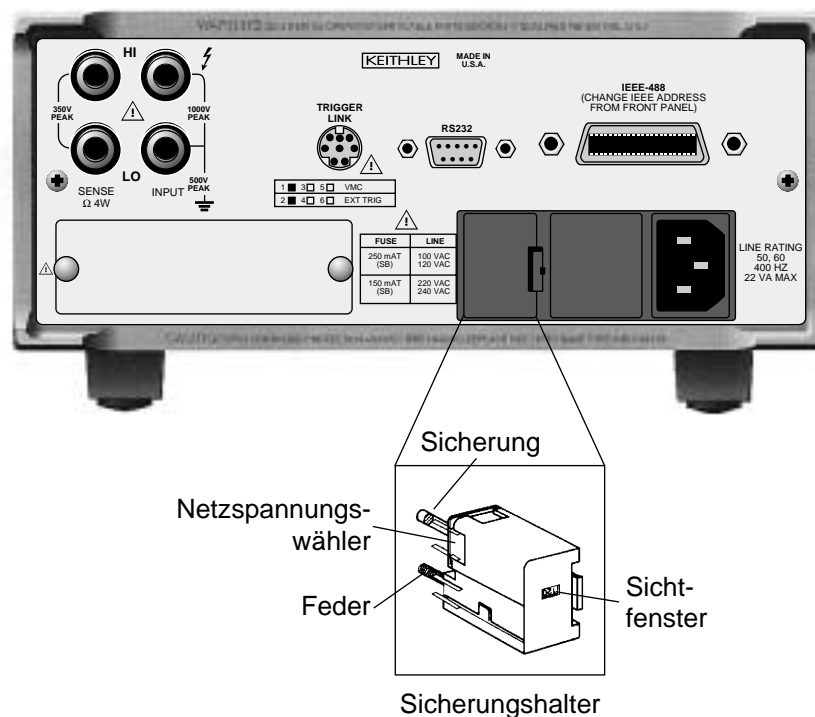

Abb. 2.3: Netzanschluß des Multimeter 2000.
1. Überprüfen Sie, ob die auf der Rückseite des Geräts gewählte Netzspannung (siehe dazu auch Abbildung 2.3) mit der Netzspannung in Ihrem Lokalbereich übereinstimmt. Falls nicht, lesen Sie bitte im Abschnitt „Einstellen der Netzspannung und Austauschen der Netzsicherung“ nach.